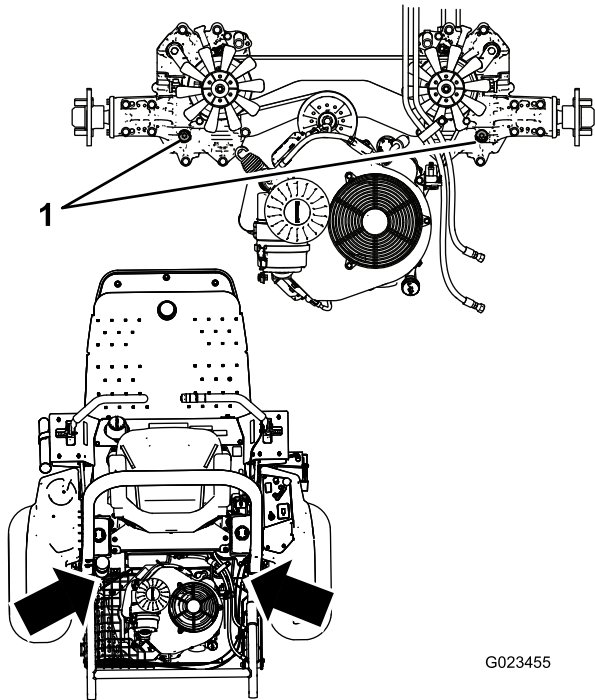

图72
**注意：** 要让油更快速地流入系统，可以拆下每个静液压传动装置顶部的塞子（图72）。当油开始从孔中流出时，安装上塞子并持续为油箱加油，直到达到正确的油位。